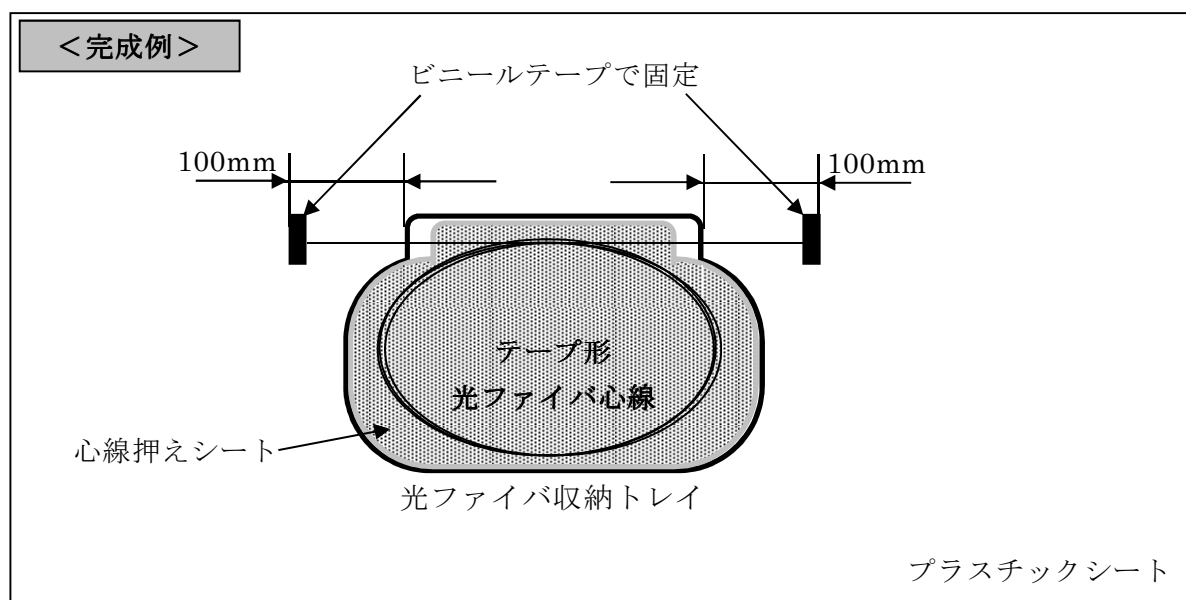

図 1 光ケーブル配線施工作業課題
- (1) 図 1 を参考にして、支給されたプラスチックシート上の中心付近に光ファイバ収納トレイを設置、固定する。
- (2) 光ファイバ収納トレイの上部端から  $100 \pm 10\text{mm}$  の範囲内に、支給された長さのテープ形光ファイバ心線の両端をビニールテープで固定する。この際に固定したビニールテープから、テープ形光ファイバ心線がはみ出さないようにする。
- (3) 固定したビニールテープは、その後取り外してはならない。※1
- (4) 固定したテープ形光ファイバ心線をねじれなくトレイに収納する。なお、テープ形光ファイバ心線の許容曲げ半径は、 $30\text{mm}$  以上とする。収納後、心線押えシートを取り付ける。